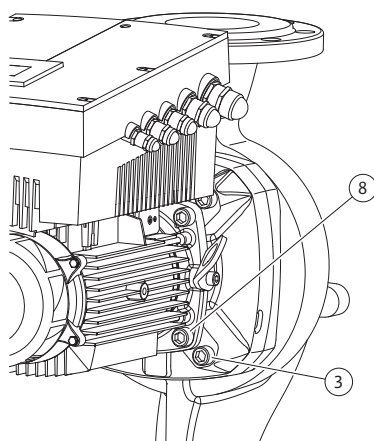

Fig. 50: Opcjonalne mocowanie głowicy silnika
- Odkręcić i usunąć śruby (rys. 7, poz. 3). W zależności od typu pompy dotyczy to śrub zewnętrznych (rys. 50, poz. 3). Głowica silnika (patrz rys. 13) nawet po usunięciu śrub pozostaje bezpiecznie zamocowana w korpusie pompy, również przy poziomym położeniu wału silnika nie ma niebezpieczeństwa przewrócenia.
- W zależności od typu pompy poluzować śruby (rys. 7, poz. 10) lub alternatywnie śruby (rys. 50, poz. 8).
22. Ostrożnie wsunąć latarnię na wał i ustawić w poprzedniej lub w innej pozycji pod kątem w stosunku do kołnierza silnika. Przestrzegać przy tym dopuszczalnych pozycji montażowych poszczególnych elementów (patrz rozdział 7.1 „Dozwolone pozycje montażowe i zmiana rozmieszczenia elementów przed instalacją” na stronie 142). Zamocować latarnię śrubami (rys. 7, poz. 10) **albo** – w przypadku typów pomp/typów latarni wg (rys. 50) – śrubami (rys. 50, poz. 8) na kołnierzu silnika.